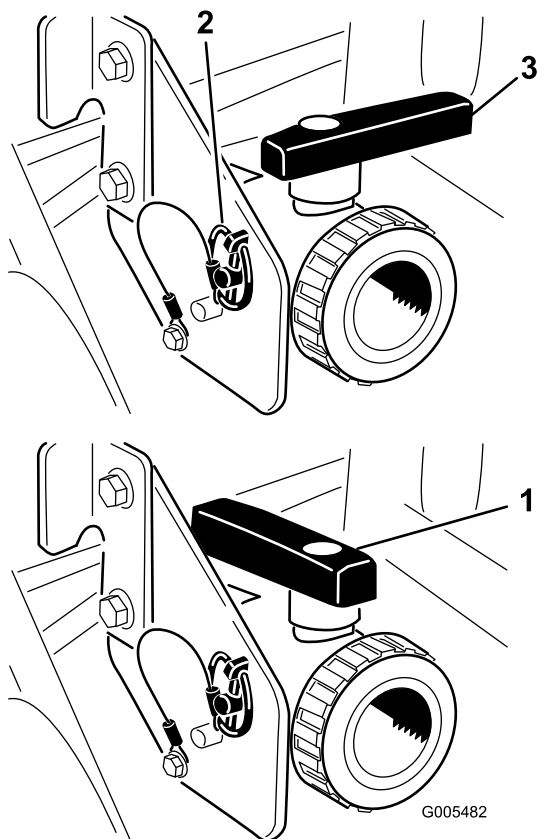

図 28
タンク・ドレン・ハンドルを操作して残っている薬液を全部排出し、地域の法律や規則、メーカーの指示に従って適切に処分する（図 28）。排出が済んだら、ブラケットについているリンチ・ピンを外してドレン・バルブを取り外して地面に置く。これにより、配管内部に残っている薬剤も完全に排出される。
- 3. 排出が完全に終了したら、ドレン・バルブをフレームに取り付けてリンチ・ピンで元通りに固定し、バルブを閉じる（図 28）。